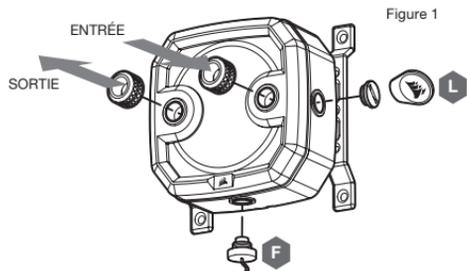

Figure 1
1. Installez les deux (2) raccords filetés CORSAIR XF G1/4 BSPP appropriés (non inclus) dans les ports du réservoir et serrez-les à la main. N'utilisez aucun outil (tel que des pinces) (Figure 1).